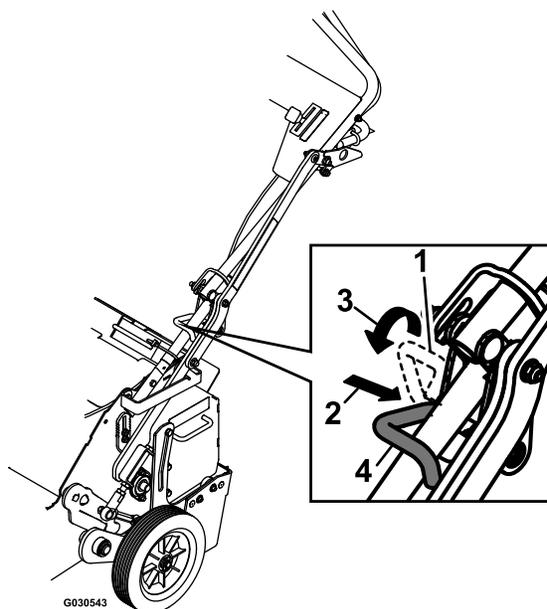

Рисунок 23
2. Переведите транспортную защелку (Рисунок 23) на рукоятке в положение ТРАНСПОРТИРОВКА.